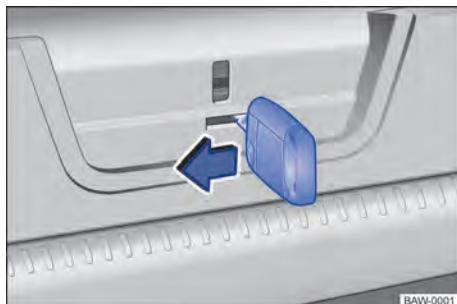

Fig. 63 No compartimento de bagagem: destravar a tampa traseira.
- Inserir a haste da chave na abertura na tampa traseira → Fig. 63 e deslocar a alavancinha de destravamento no sentido da seta.